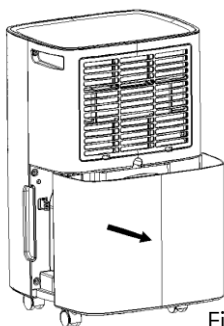

Fig. 1
1. Prima levemente as laterais do depósito com ambas as mãos e puxe delicadamente para fora. (Fig. 1)